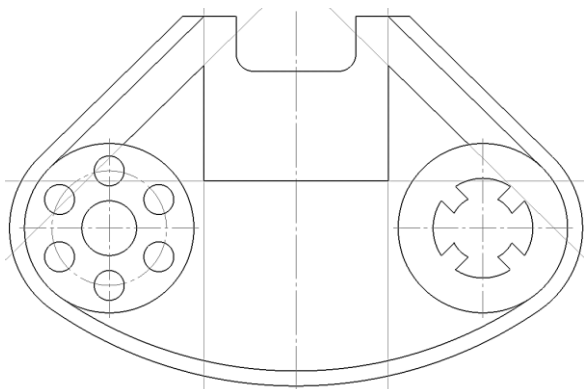

Рис. 72. Построение среднего элемента
2.14.2 Обвести используя команду **Отрезок** , стиль линии – основная (рис. 72).